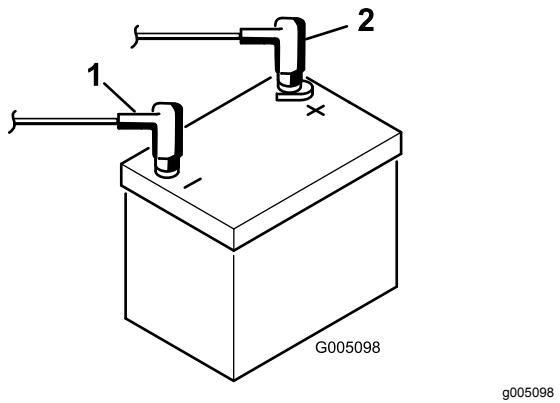

Figura 6
- Collegate il cavo positivo (rosso) al morsetto positivo (+) e il cavo negativo (nero) al morsetto negativo (-) della batteria, e fissateli con i bulloni e i dadi (Figura 6). Fate scorrere la guaina di gomma sul morsetto positivo per evitare un cortocircuito.